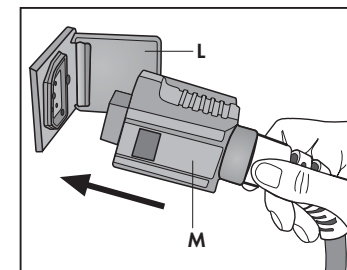

Fig. 21
- Régler le flux de vapeur en intervenant sur le volant (D).
- Ouvrir complètement de cache de la prise accessoires (L) et introduire la fixation rapide (M) du fer à repasser dans la prise située sur la partie avant de l'appareil, en appuyant à fond (Fig. 21).